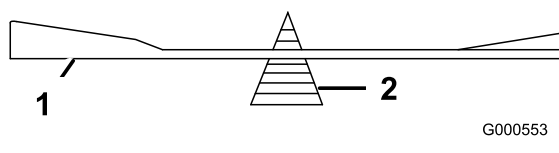

Figura 91
2. Controllate l'equilibrio della lama posizionandola su un bilanciatore (Figura 91).
Nota: Se la lama non è bilanciata, limate del metallo soltanto dalla costa (Figura 91).